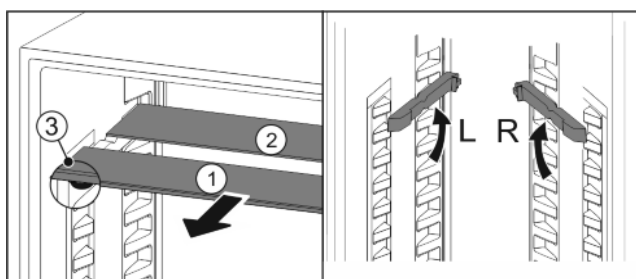

Fig. 18
- ▶ Wyciągnąć Fig. 18 (1) pojedynczo półkę szklane do przodu.
- ▷ Płyta szklana Fig. 18 (1) z listwą ozdobną znajduje się z przodu.
- ▷ Stopery Fig. 18 (3) wskazują w dół.